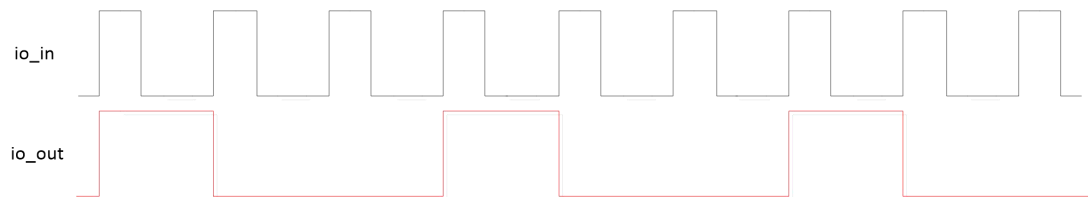
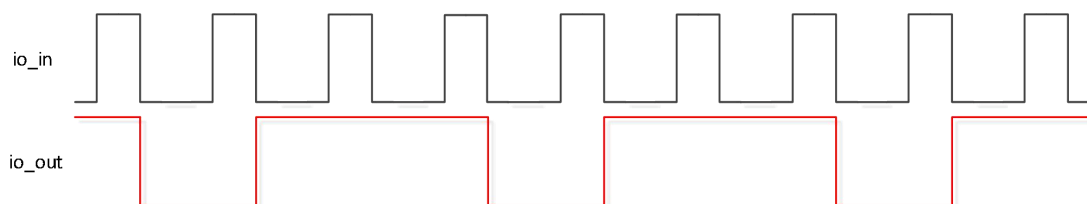

图 22 上升沿对齐
图 23 下降沿对齐
- io_in 为均匀周期分布时，奇数分频后 io_out 为非等 duty 波形，如图 22，图 23 所示。